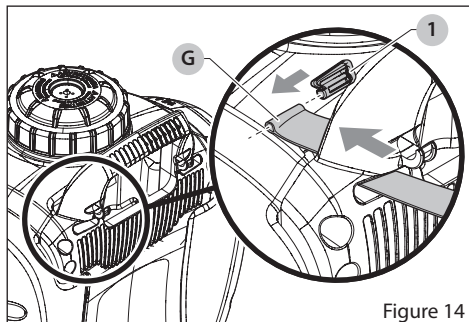

Figure 14
1. Pour chacun des côtés du harnais (G), enlevez les petits clips en plastique (1) des deux boucles des courroies d'épaules et enflez chaque boucle dans les emplacements prévus à cet effet en haut de la poignée du pulvérisateur. Voir Figure 14.
2. Remplacez les pinces (1) à travers les boucles et tirez sur les courroies pour bien fixer les deux courroies du harnais (G) en place.